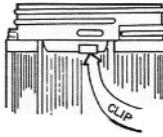

FIGURE 3
- Le globe du luminaire Champ® de la série VMVF (no de catalogue G24) utilise une grille de protection intégrale (no de catalogue P21). Les parties filetées de la grille de protection et du globe sont de longueurs inégales (clavetées) pour s'assurer que les filets du globe et de la grille de protection correspondent lors de l'assemblage. L'agrafe qui est attachée à la grille de protection aide à bien fixer la grille de protection au globe. Voir la figure 3.